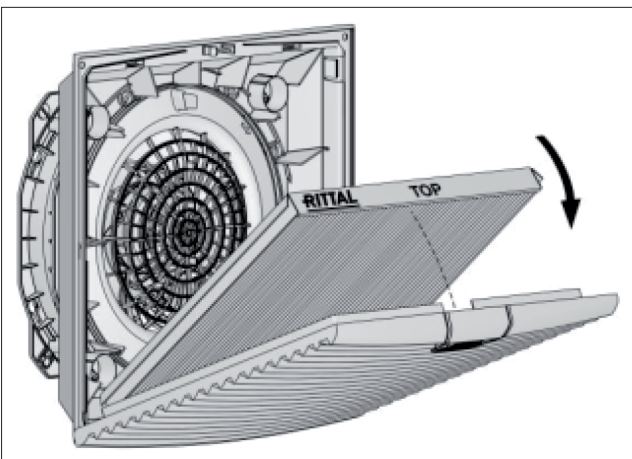

Imagen 7: Instalación del filtro con pliegues IP 54
- Inserte el filtro con pliegues en la rejilla. La inscripción «Top» indica la dirección de inserción (ver imagen 7)